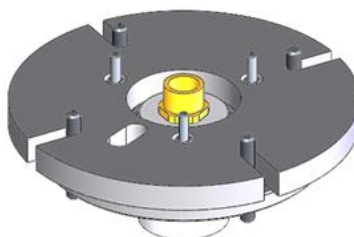

Ilustración 27: Placa de fijación instalada
- Coloque la placa de fijación sobre los espárragos de montaje en la parte superior de la mezcladora y deje que la boquilla de grasa sobresalga a través de la ranura facilitada (Ilustración 27).